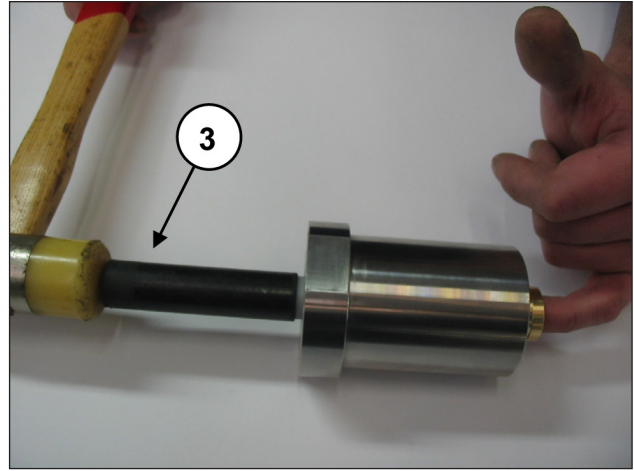
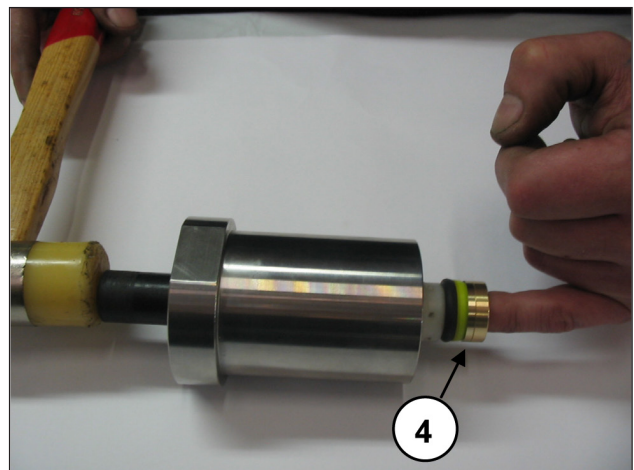

Fig. 52
Fig. 53
- Chemise désassemblée du support des joints, utiliser une goupille en plastique ③ comme le montre la Fig. 52 pour chasser le lot HP (haute pression) ④ comme le montre la Fig. 53.
Remplacer le lot HP ④ Fig. 53 chaque fois que l'on procède au démontage.